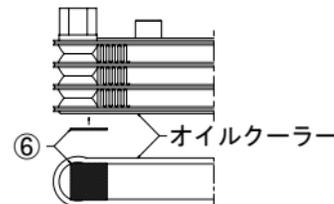

図1
- ◎プレート取り付け後、オイルクーラー自体がガタつく場合は、付属の⑥ラバー-Bを図1のように挟んで取り付けして下さい。